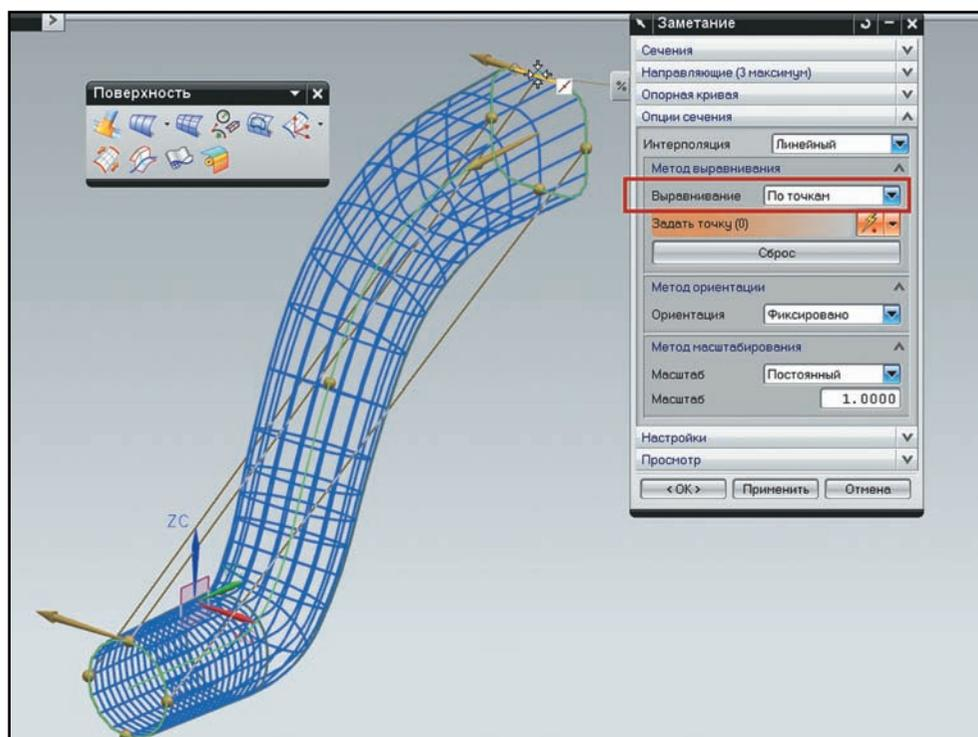

Рисунок 3.18 Выравнивание поверхности заметания по точкам
Поверхность перестроится в более правильный вид (рис. 3.18), но при более детальном рассмотрении видно, что при переходе от первого сечения ко второму по траектории происходит небольшое кручение. Это хорошо видно, если посмотреть на изопараметрические линии, включив стиль отображения **Статический каркас**. Кручение возникает из-за того, что начальные точки сечений все еще не совпадают. Перезадав начальную кривую второго сечения, мы исправили перехлест, но так как теперь начальной точкой является начало верхнего горизонтального отрезка, в то время как правильной точкой является его середина, тогда на обоих сечениях стрелки направления будут выходить из одинаково расположенных точек. Чтобы убрать кручение, нам необходимо изменить выравнивание сечений относительно друг друга.
- В диалоге команды разверните блок **Опции сечения (Section Options)** и поменяйте значение опции **Выравнивание (Alignment)** с **Параметр (Parameter)** на **По точкам (By Points)**. Обратите внимание, что верхней точке на первом сечении (окружности) соответствует точка на правом конце горизонтального отрезка. Переместите контрольные точки первого сечения так, чтобы они соответствовали квадрантам окружности, а точки второго сечения разместите в центре прямых отрезков, как показано на рис. 3.18. Для облегчения выбора центральных точек и квадрантов окружности воспользуйтесь соответствующими режимами привязки на инструментальной панели выбора.